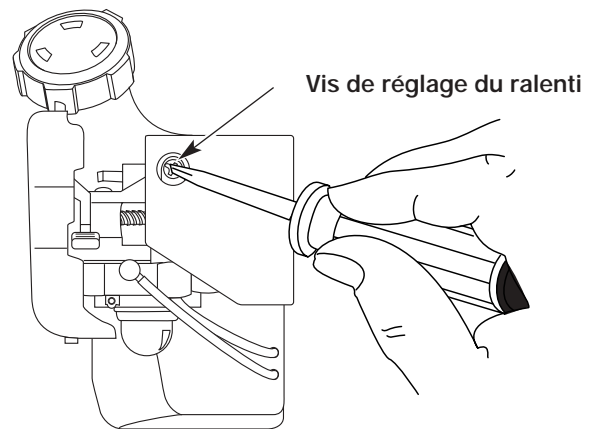

Fig. 37
La vitesse de ralenti du moteur est réglable à l'aide d'une vis de réglage accessible par un trou situé sur le dessus du couvercle du moteur (Fig. 37).
2. Relâchez le levier d'accélérateur et laissez le moteur au ralenti. Si le moteur s'arrête, insérez un petit tournevis à embout cruciforme ou à tête plate dans le trou du couvercle du moteur (Fig. 37). Vissez la vis de réglage du ralenti de 1/8 de tour à la fois (selon le besoin) jusqu'à ce que le moteur tourne au ralenti.